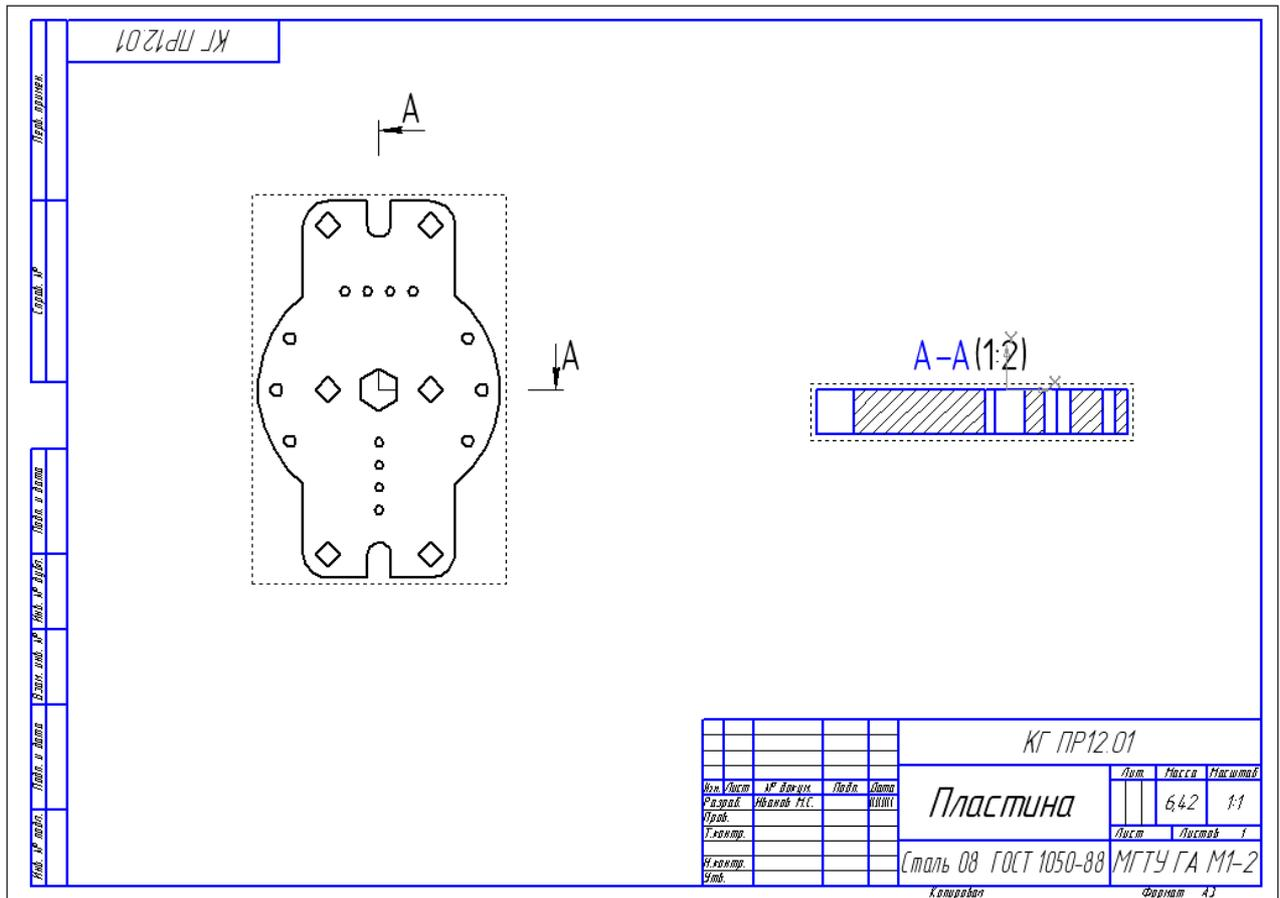

Рис. 36
- 2. Создайте ассоциативный чертеж по модели (главный вид и вид сверху), выполните полезные разрезы, рис. 36. Изображения выполните в масштабе 1:2.**
Активизируйте на панели кнопки **Ассоциативные виды**, и **Разрез/Сечение**. Щелкните мышью на обозначении разреза, переместите изображение разреза, как показано на рис. 36, и зафиксируйте положение щелчком левой кнопки мыши.